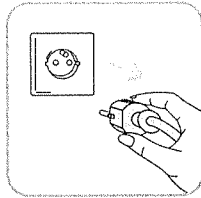

fig. 2
- Прежде чем наполнить резервуар, отсоедините утюг от электросети рис.2.
- Прежде чем наполнить резервуар, отсоедините утюг от электросети **рис. 2**.